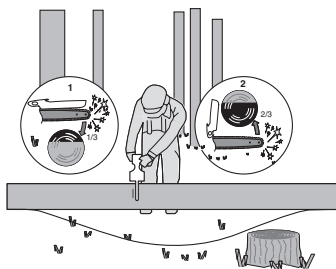

Figura 4
Si el tronco está apoyado por ambos extremos, tal como se muestra en la figura 4, corte $\frac{1}{3}$ del diámetro desde la parte superior (corte superior) (1). A continuación, finalice el corte cortando por la parte inferior los $\frac{2}{3}$ restantes hasta encontrarse con el primer corte (2).